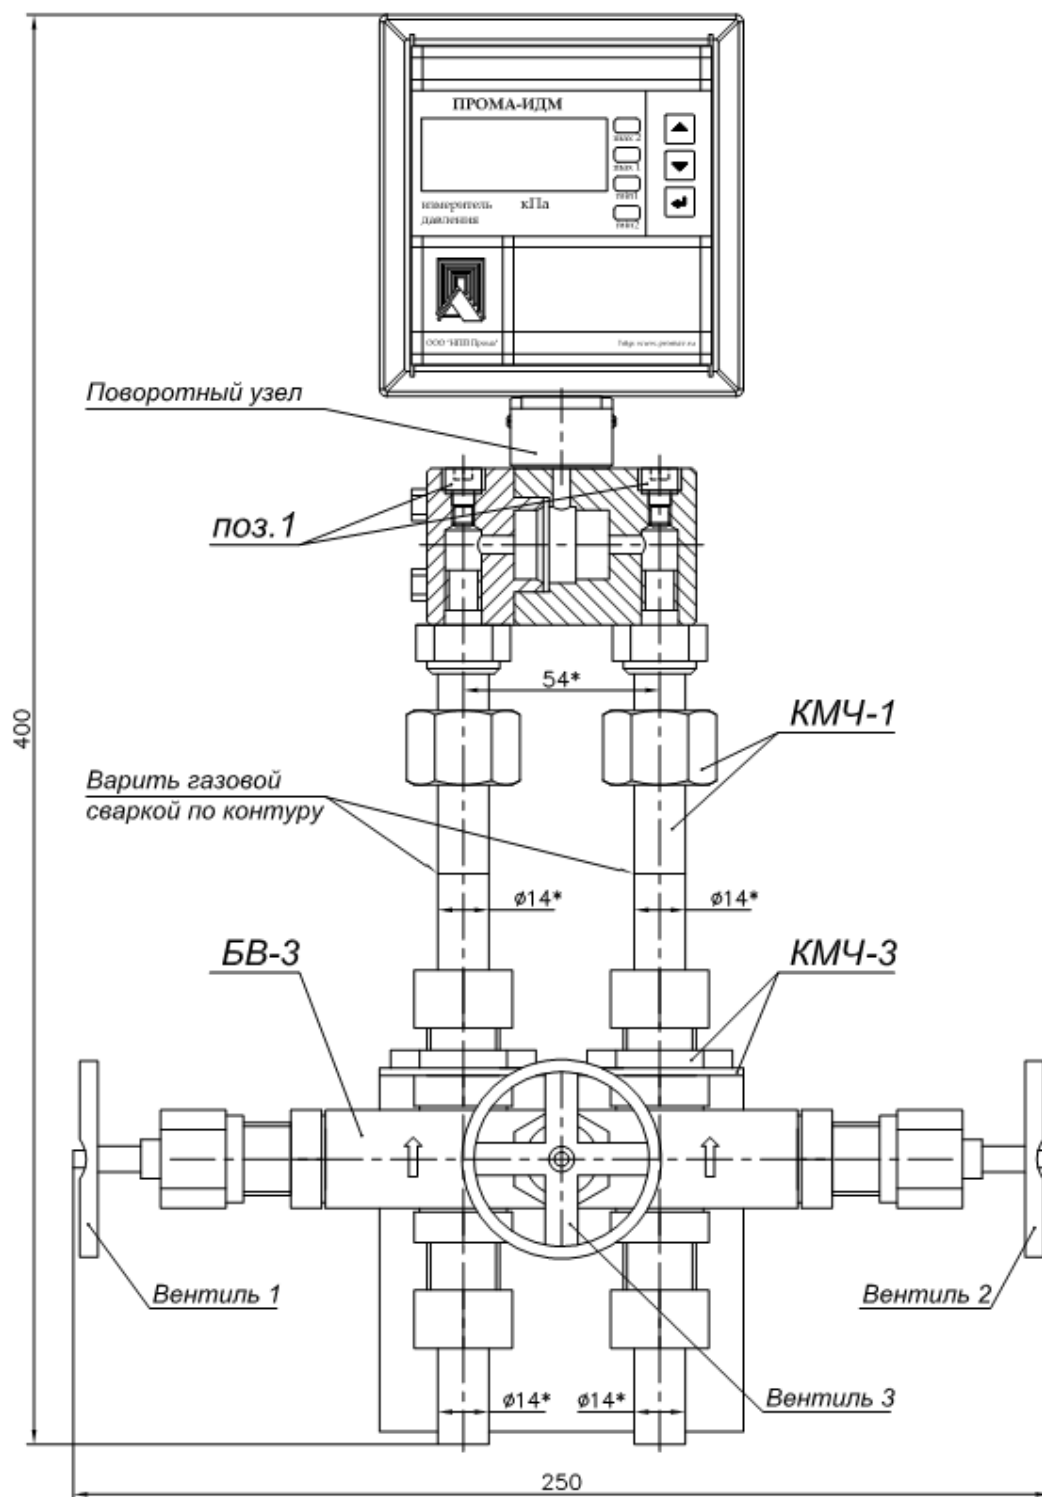

Рис. 3.4. Измеритель Пром-ИДМ-ДД-Р (газ, жидкость) с 3-х вентильным блоком БВ-3. Исполнение для штуцерно-резьбового монтажа-моноблок. Габаритный чертеж.
- Рис. 3.4. Измеритель Прома-ИДМ-ДД-Р (газ, жидкость) с вентильным блоком БВ-3. Исполнение для штуцерно-резьбового монтажа. Габаритный чертеж.